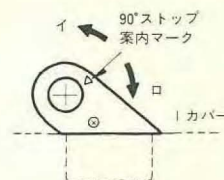

図5 A矢視図
1. トップピボット上部の⑥カム軸固定スクリューM8を外します。
2. ④カム軸を①より引き抜きます。このとき、カム軸のカム位置は、①のカバーに▽マーク(90°)で示してあります。
3. ④カム軸は▽マークを基準にして、希望ストップ角度位置に回して取り付けてください。(図5)